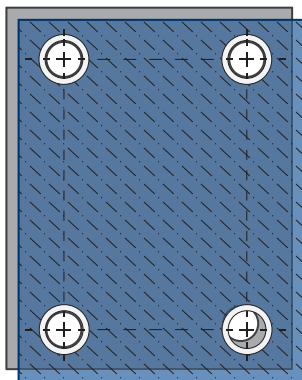
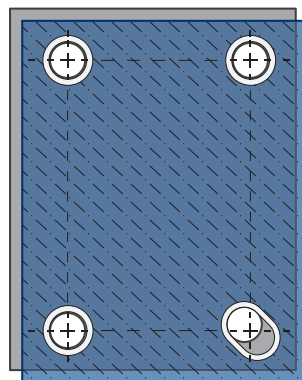

Figura 3
Figura 4
Hay (4) puntos de fijación en una secuencia rectangular. Esto da lugar a la posibilidad de desalineación a lo largo de los ejes x e y (*Figura 3*). El diseñador del producto ha optado por colocar un Limitador de Compresión Ovalado en diagonal en una de las esquinas (abajo a la derecha) para compensar la posible desalineación (*Figura 4*). Durante el montaje, primero se pueden fijar los puntos de fijación con los (3) Limitadores de Compresión Redondos y, a continuación, cualquier desalineación entre el componente de plástico y el componente de acoplamiento se compensará con el Limitador de Compresión Ovalado en el punto de fijación final.